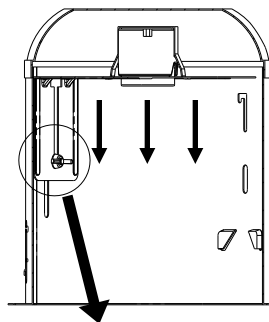

FIG. 2
1. Dévissez l'ÉCROU À OREILLES situé à l'intérieur du BOÎTIER pour détacher le SUPPORT DE LA DOUILLE. Dégagez la DOUILLE du SUPPORT. (FIG. 2)